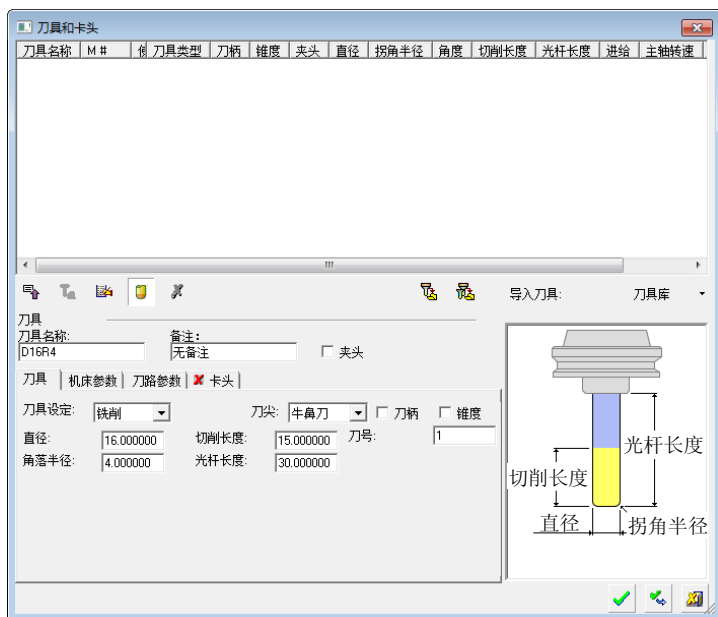

图 3-120 “刀具库”对话框
- 单击新刀具按钮 , 设置刀具参数, 如图 3-120 所示。依次单击确定按钮 , 完成刀具创建。